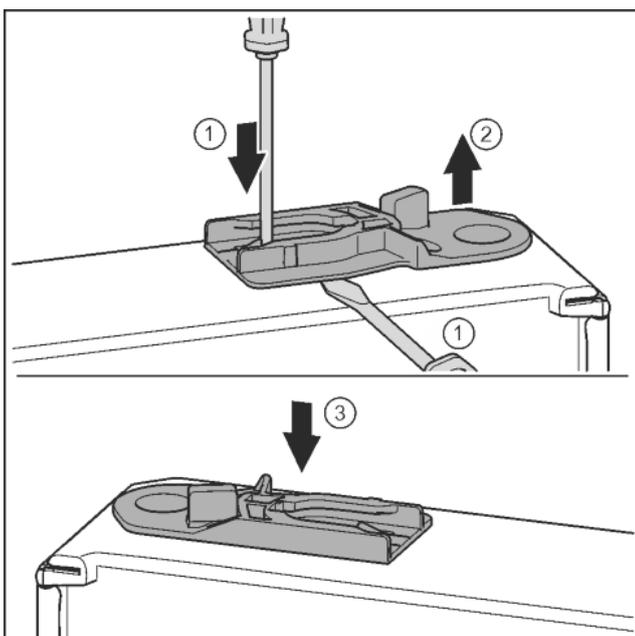

Fig. 37
- ▶ Estrarre la bussola di guida: con un cacciavite spingere la linguetta e contemporaneamente con un cacciavite sposterla sotto la bussola di guida. Fig. 37 (1, 2)
- ▶ Inserire sull'altro lato dell'apparecchio la bussola di guida fornita in dotazione. Fig. 37 (3)